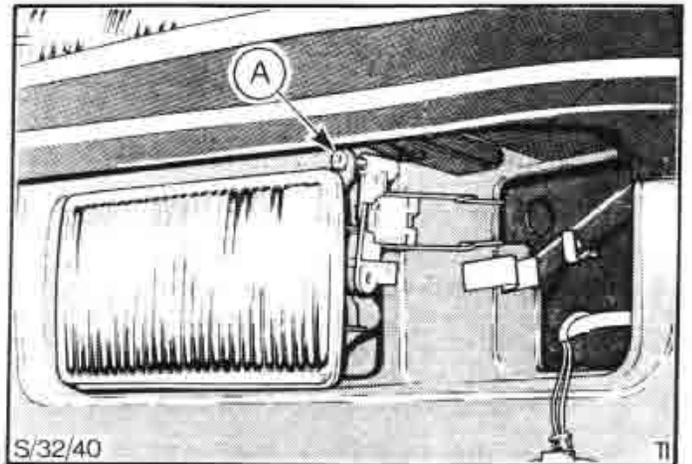

Fig. 9. Tornillo "A" de ajuste vertical.
2. Ajustar la vertical del bombillo por el tornillo "A", como se muestra en la fig. 9.